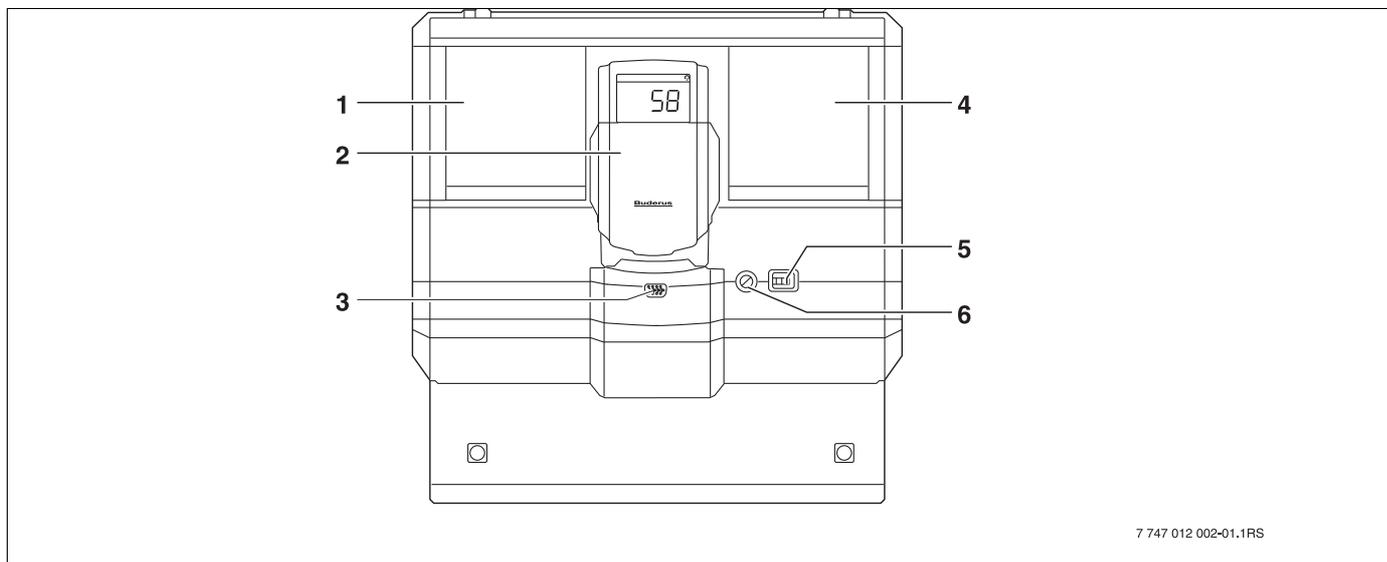

fig. 4 Elementos de comando (exemplo Logamatic 4122)
- Ligue a unidade de regulação, ao colocar o interruptor de serviço na posição "I" (→ fig. 4, [5], página 13).
- Desligue a unidade de regulação, ao colocar o interruptor de serviço na posição "0" (→ fig. 4, [5], página 13).